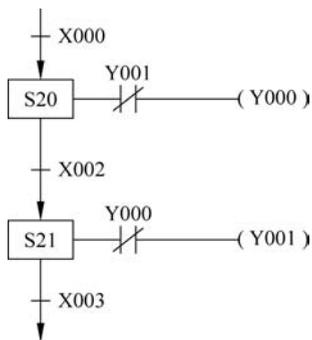

图 5-17 SFC 互锁
(2) 在状态转移过程中,一个扫描周期内可能会出现两个状态同时动作的情况,因此两个状态中不允许同时动作的驱动元件之间应进行连锁控制,如图 5-17 所示。